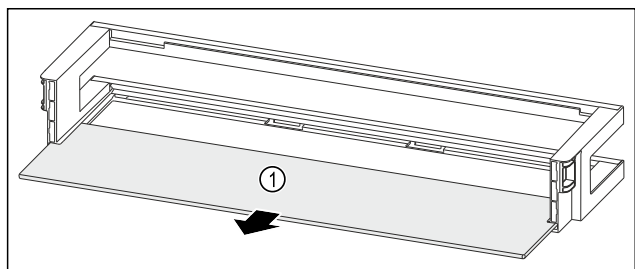

Fig. 145 Polica u vratima s policom za odlaganje
- ▶ Izvadite policu Fig. 145 (1).